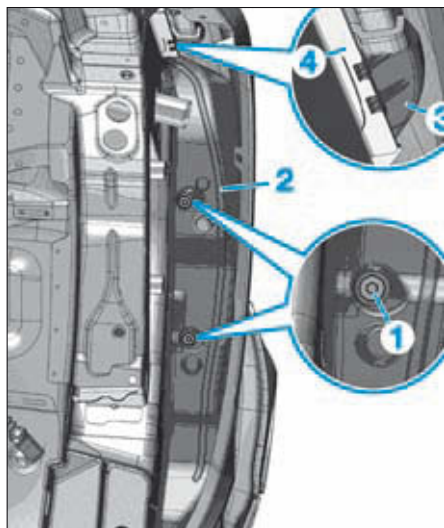

FIG. 93
- les rivets plastiques (1) de la fermeture d'aile (2) (Fig.93).
- Retirer la fermeture d'aile des guides supérieurs (3) au niveau de l'arête supérieure d'aile (4).
- Extraire la fermeture d'aile (2).